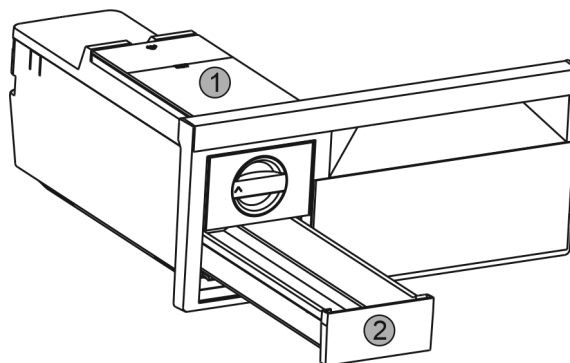

Fig. 49
- ▶ Odstranite rezervoar za vodo Fig. 49 (1) in predal za led Fig. 49 (2).